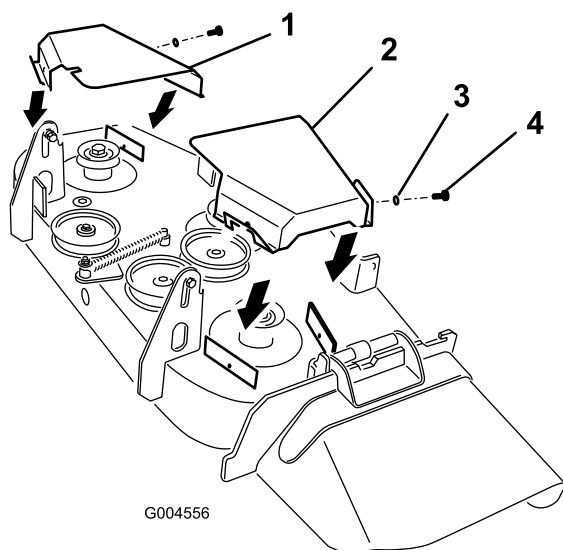

Figura 45
3. Retire los 2 pernos y arandelas de cada cubierta de las correas, y retire las cubiertas de los ejes exteriores (Figura 45).
8. Instale las cubiertas de las correas sobre los ejes exteriores (Figura 45).